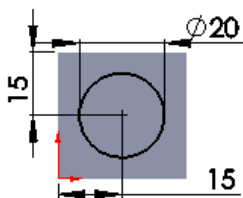

图 7.5.6 横断面草图
Step3. 定义特征的横断面草图。选取模型表面为草绘基准, 绘制图 7.5.6 所示的横断面草图。